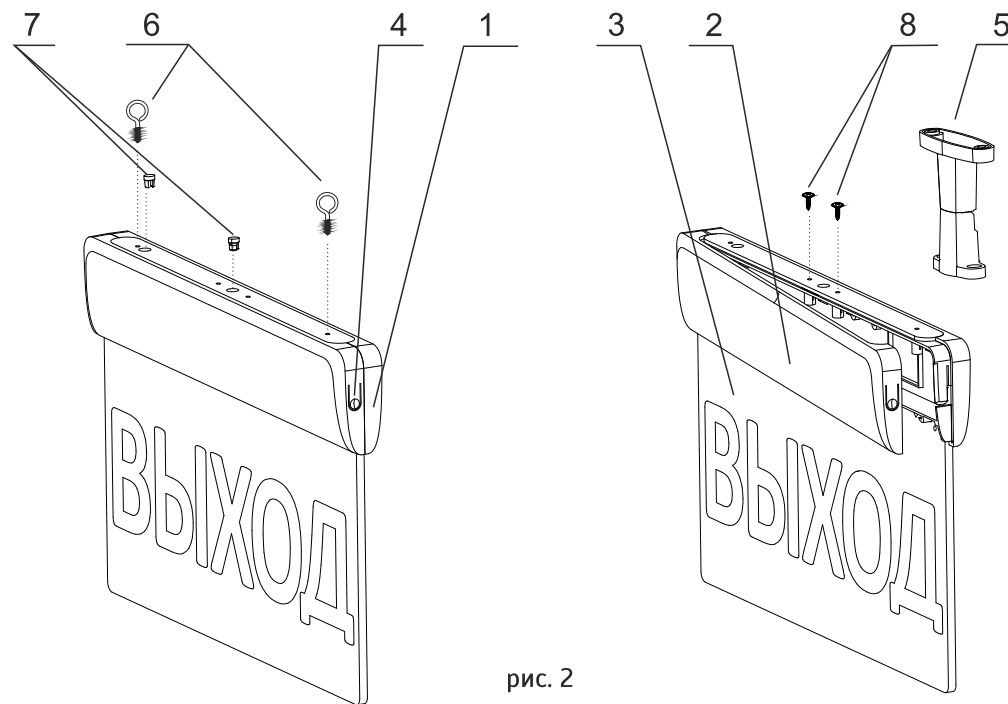

рис. 2
Перед установкой необходимо открыть корпус оповещателя, для этого нажать пальцем на язычок с углублением, находящийся на одном из торцов корпуса, не прекращая давления на язычок снять крышку, открывая её влево, как на рис.2.
* шуруп-кольцо применяется при торцевом креплении (ККТ-4 либо креплении на трос (ККТ-2). Шуруп применяется для крепления универсального кронштейна либо комплекта крепления ККТ-3. (см. рис. 2)